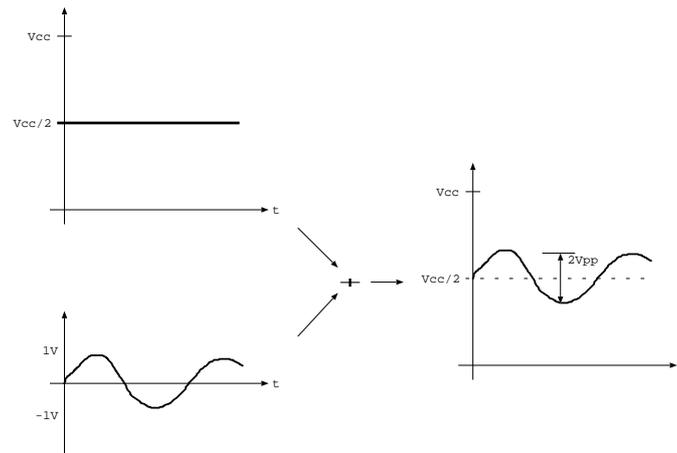

Figura 7.3: Tensión en el punto (A) de la figura 7.2
Es decir, que tal como se muestra en la figura 7.3, la tensión en el punto (A) puede modelarse como la suma de dos componentes, una continua y la otra alterna. La primera se denomina de *polarización* y la segunda de *pequeña señal*. No existen dos componentes, es simplemente un modelo que en breve veremos cuanto de útil es.